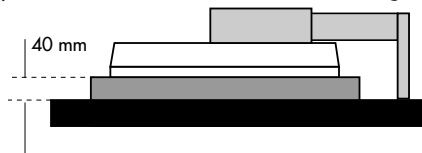

Abbildung S.1
3. Legen Sie den Monitor mit der Vorderseite nach unten auf eine nicht scheuernde Oberfläche. (Legen Sie den Bildschirm auf eine um ca. 55 mm erhöhte Unterlage, damit der Fuß parallel zur Oberfläche steht.) (**Abbildung S.1**)